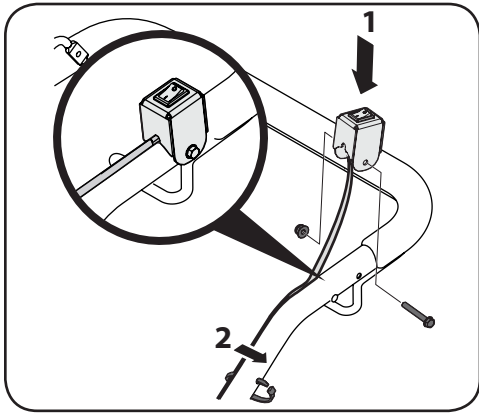

Figura 2-11
- Instale el interruptor de ENCENDIDO/APAGADO del control de parada de emergencia en el lado izquierdo de la manija con el perno hexagonal N.º 10-32 : 1.50 y la contratuerca con brida 10-32. Consulte 1 en la Figura 2-11.
- Finalmente, asegure el cable cerca de la parte inferior de la barra de control con pasando un cable en forma de lazo a través del orificio ubicado al lado de la etiqueta de instrucciones de la barra de control izquierda. Consulte 2 en la Figura 2-11.